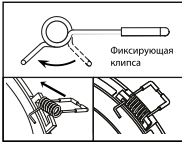

Рис.1
- Установите держатели светильника. (Рис.1)